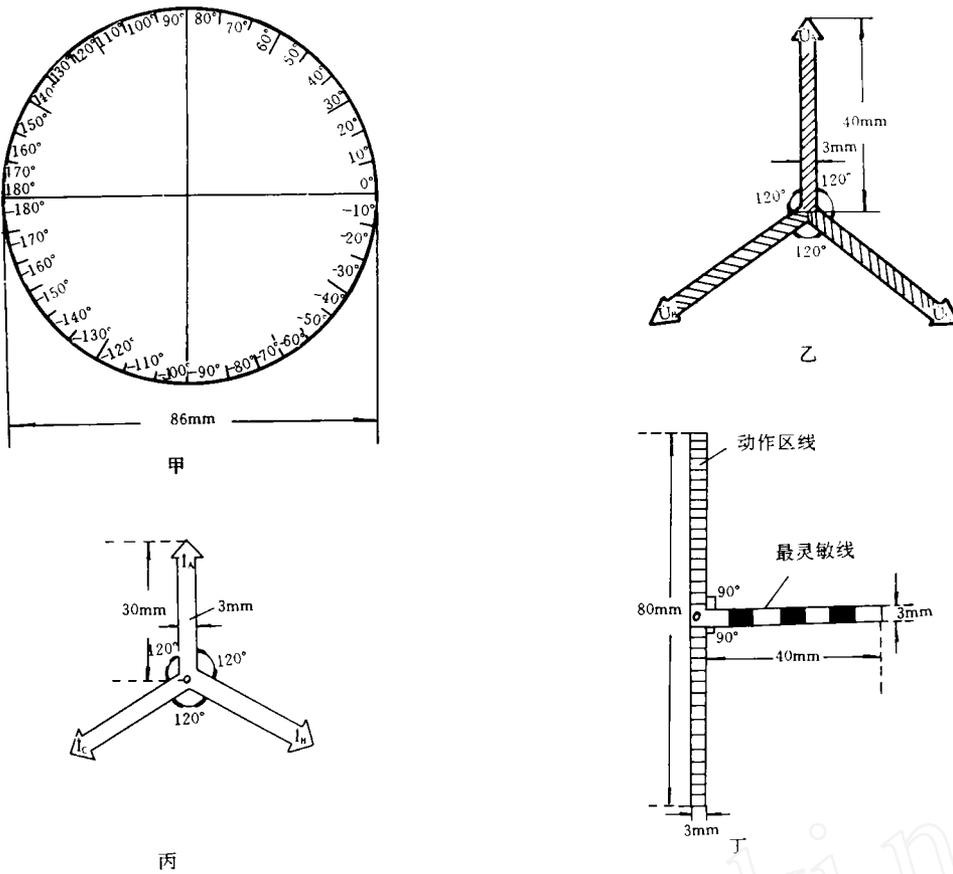

图4 判断仪的四个组件
(1)用薄木片(或薄铁片、薄硬质塑料片、薄硬纸片等),分别作成图4中甲、乙、丙、丁所示形状,并将  $U_A$ 、 $I_A$  染成黄色,  $U_B$ 、 $I_B$  染成绿色,  $U_C$ 、 $I_C$  染成红色,这样会更加醒目。
(2)在图4甲所示的圆盘上画出四个象限,并每隔  $10^\circ$  标出角度(当然,角度标的越精确越好),如图4所示。